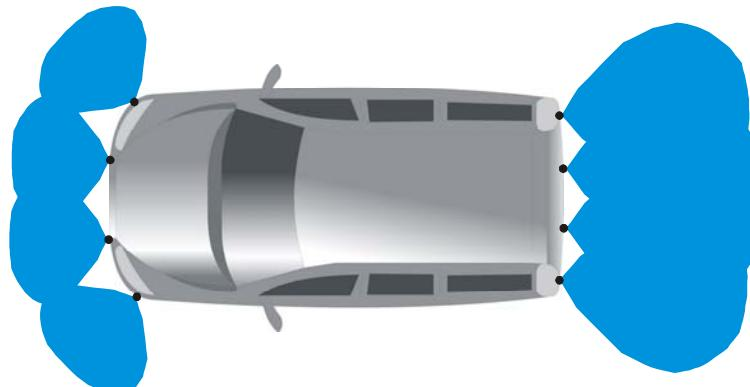

Рис.12
**7.7** Необходимо учитывать, что между соседними датчиками существуют т.н. «горизонтальные мертвые зоны». На рис. 12 видно, что между синими зонами обзора каждого датчика есть белые зоны. Это и есть «горизонтальные мертвые» зоны. Если в эту область попадет тонкий вертикальный предмет, то система будет не в состоянии его обнаружить. Необходимо это учитывать.